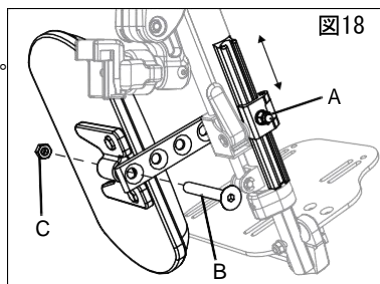

図18
1. 10mmのレンチを使用しナット (図18:A) を緩めます。
1. 5mmの六角レンチと13mmレンチを使用し、ふくらはぎパッドアームのネジ (図18:B) とナット (図18:C) を取り外します。